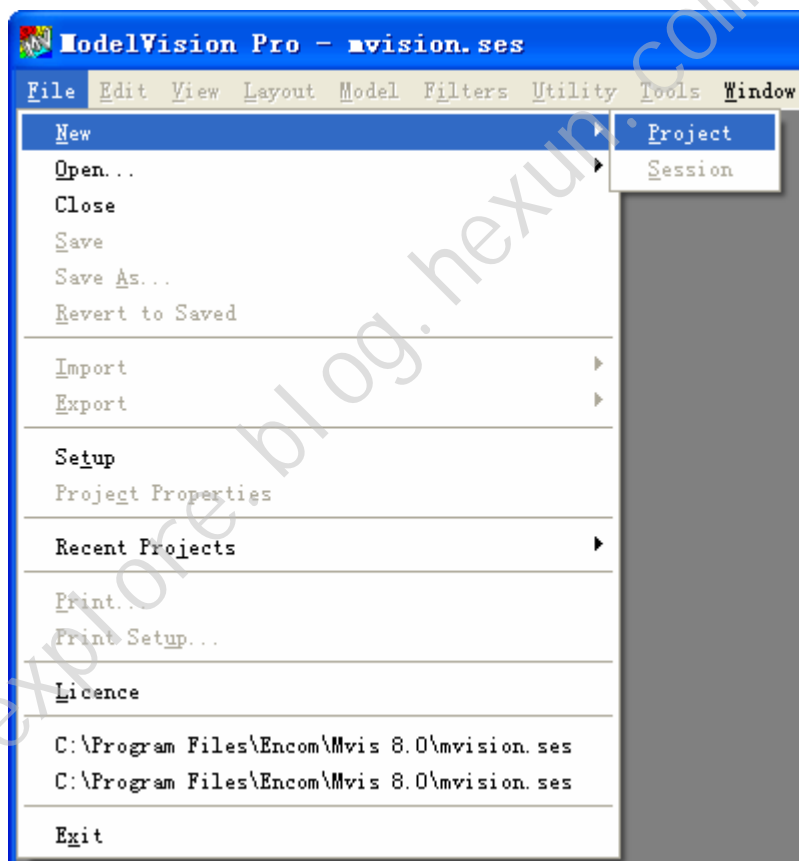

图 3-1 建立新工程
**第一步,** 在 file 下点击 new -> project, 如图 3-1 所示。